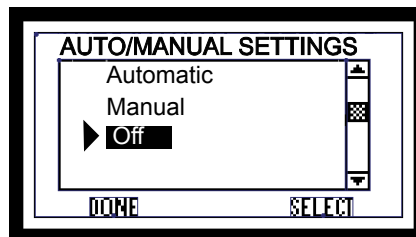

Figure 21.1
1. Mettez le thermostat mural sur OFF (arrêt) (écran AUTOMATIC / MANUAL SETTINGS). **Figure 21.1.**
Une fois l'entretien terminé, redémarrez le foyer au moyen de AUTO/MANUAL SETTINGS. **Figure 21.1.**